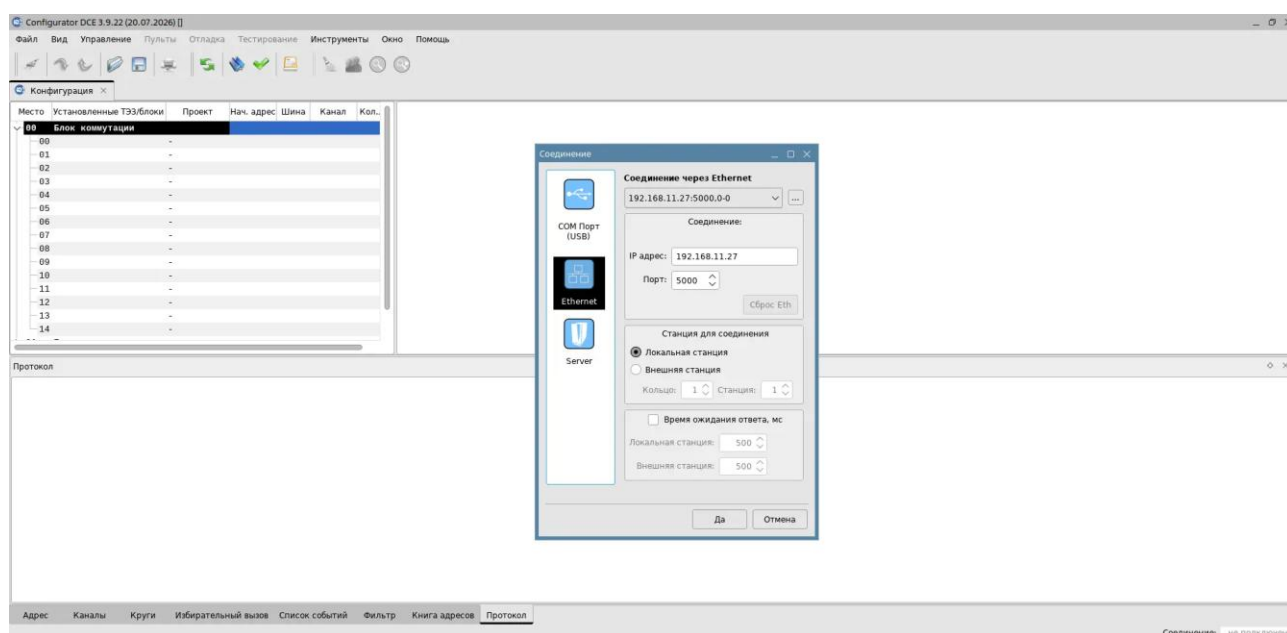

Рисунок 2.5 – Вид главного окна при запуске sxConfiguratorDCE
2.3.2 При запуске sxConfiguratorDCE откроется главное окно (см. рисунок 2.5), поверх которого автоматически появится (будет выведено) диалоговое окно «Соединение».
- после запуска sxConfiguratorDCE в открывшемся диалоговом окне «Соединение» (см. рисунок 2.5) необходимо выбрать тип подключения к аппаратуре, задать параметры в зависимости от выбранного типа подключения, заполнив соответствующие поля.